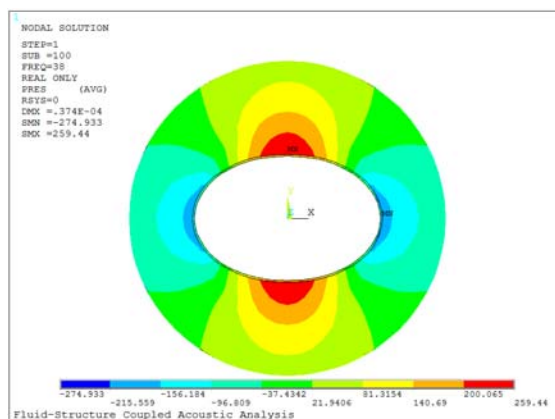

图 11-57 压力场分布等值线图
⑪在“Item to be contoured”列表中，选择 Nodal Solution→DOF Solution→Pressure，单击“OK”按钮，ANSYS 窗口将显示如图 11-57 所示的压力场分布等值线图。